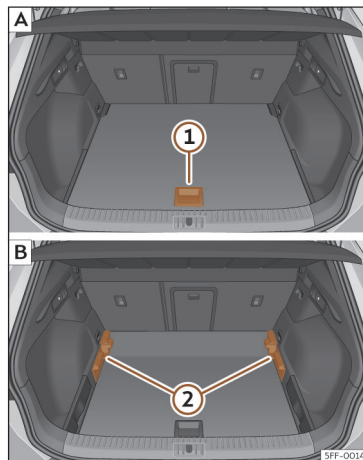

Fig. 187 Piso variável da bagageira: **A** posição alta; **B** posição baixa.
- Para passar da posição baixa para a alta, levante o piso pela pega >>> **Fig. 187 ①**, puxe-o para trás até que a parte dianteira do piso baixe totalmente os suportes **②**.
- Desloque o piso sobre estes para a frente até que chegue ao limite no encosto dos bancos traseiros e, de seguida, baixe o piso com a peça **①**.
- Para passar da posição alta para a baixa, levante o piso pela pega >>> **Fig. 187 ①**, puxe-o para trás até que a parte dianteira do piso baixe totalmente os suportes **②**.
- Deixe cair a parte anterior contra o piso e empurre o piso para a frente até que atinja o limite no encosto dos bancos traseiros, baixando ao mesmo tempo o piso com a pega **①**.
- Com o piso variável na posição alta, levante pela pega >>> **Fig. 187 ①**, puxe-o e empurre para o encosto dos bancos traseiros até que o piso dobre pela linha da dobradiça e a parte móvel do piso assente sobre o mesmo.